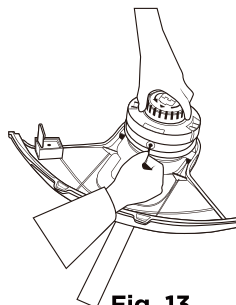

Fig. 13
- c.** Faites passer le fil à partir de la position indiquée jusqu'au milieu du fil et alignez les deux extrémités (Fig. 13).